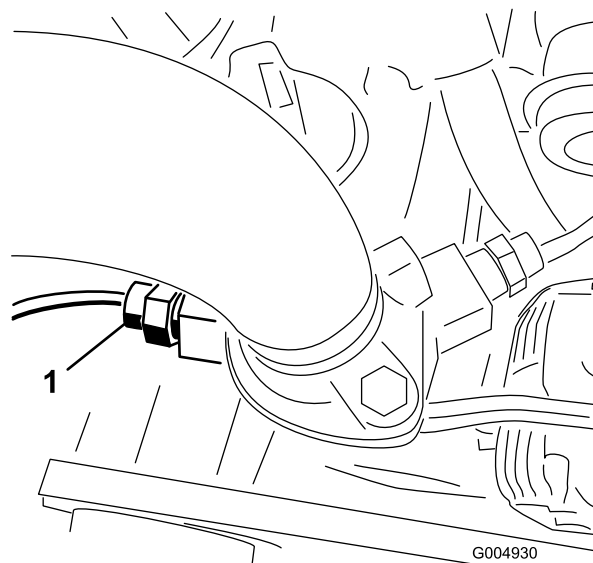

図 15
2. エンジンのサーモスタットハウジング左側のサーモスイッチの配線を外してスイッチを取り外す 図 15。スイッチは廃棄する。